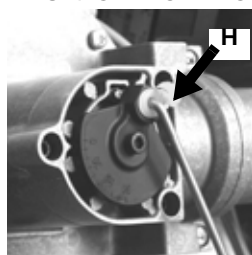

Рис. 49
- 2 Освободите регулировочный стержень дроссельного газового клапана (Рис. 49) и выньте его из гнезда, вытягивая его наружу.
- 4 Отключите кабель **CA** от электрода зажигания **EA** (Рис. 50) и выньте его из отверстия в опорном фланце головки, снимая резиновую прокладку **H** (Рис. 49).